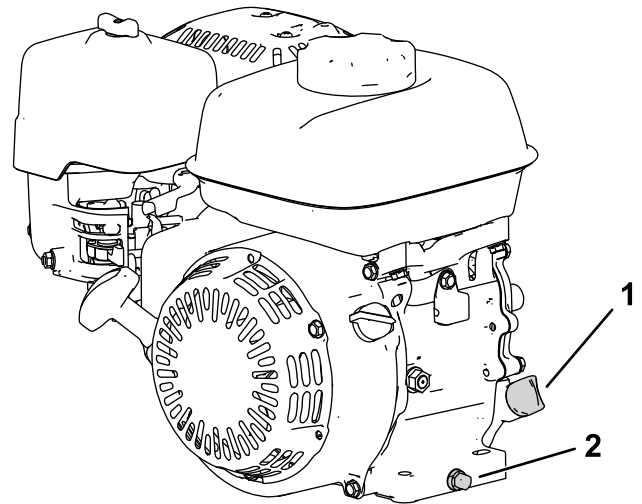

Figura 31
2. Coloque la máquina con el motor nivelado y limpie la zona alrededor del tubo de llenado de aceite (Figura 31).
3. Retire el tapón de vaciado, la arandela y la varilla (Figura 31).